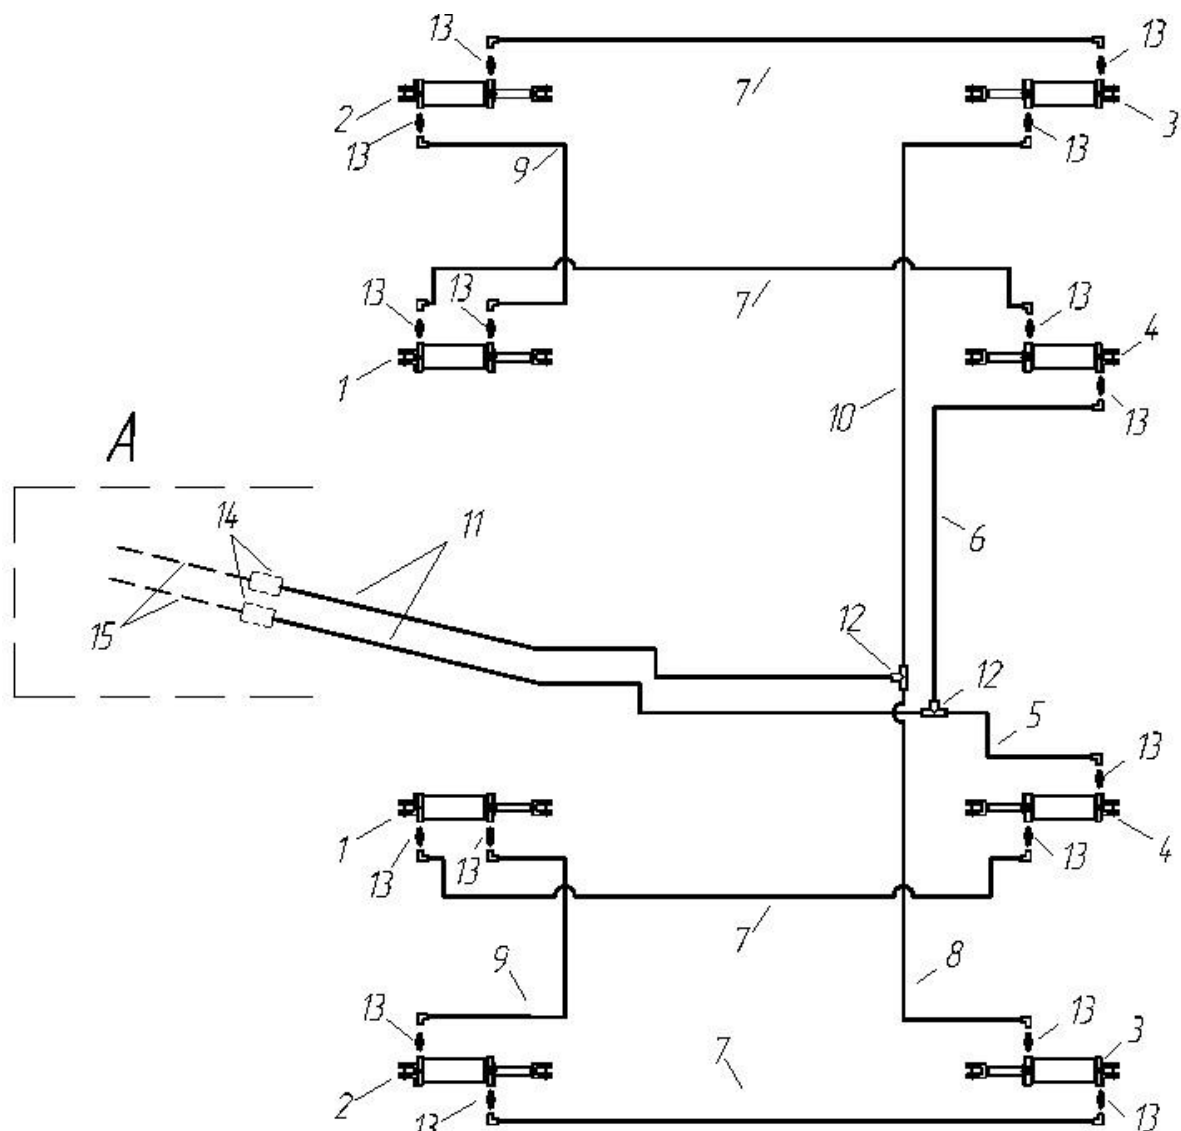

Рис. 4.6.3 Схема установки гидроцилиндров и шлангов ПК-8,5,9,7,12.2
**Внимание!** С особой внимательностью подойдите к сборке гидросхемы. Неправильная сборка может привести к поломке посевного комплекса уже на стадии сборки и прокачки гидросистемы. Например, если неправильно подключить (подать на одном цилиндре давление в штоковую полость, а на втором – в поршневую) задние гидроцилиндры на центральной раме (поз. 4, рис. 4.6.3, 4.6.3.1, 4.6.3.2), то может произойти скручивание узла качающегося вала (п. 7, рис. 7.1.1). Это приведет к изменению геометрии рам всего посевного комплекса и нарушению равномерности глубины обработки и высева семян по ширине захвата.